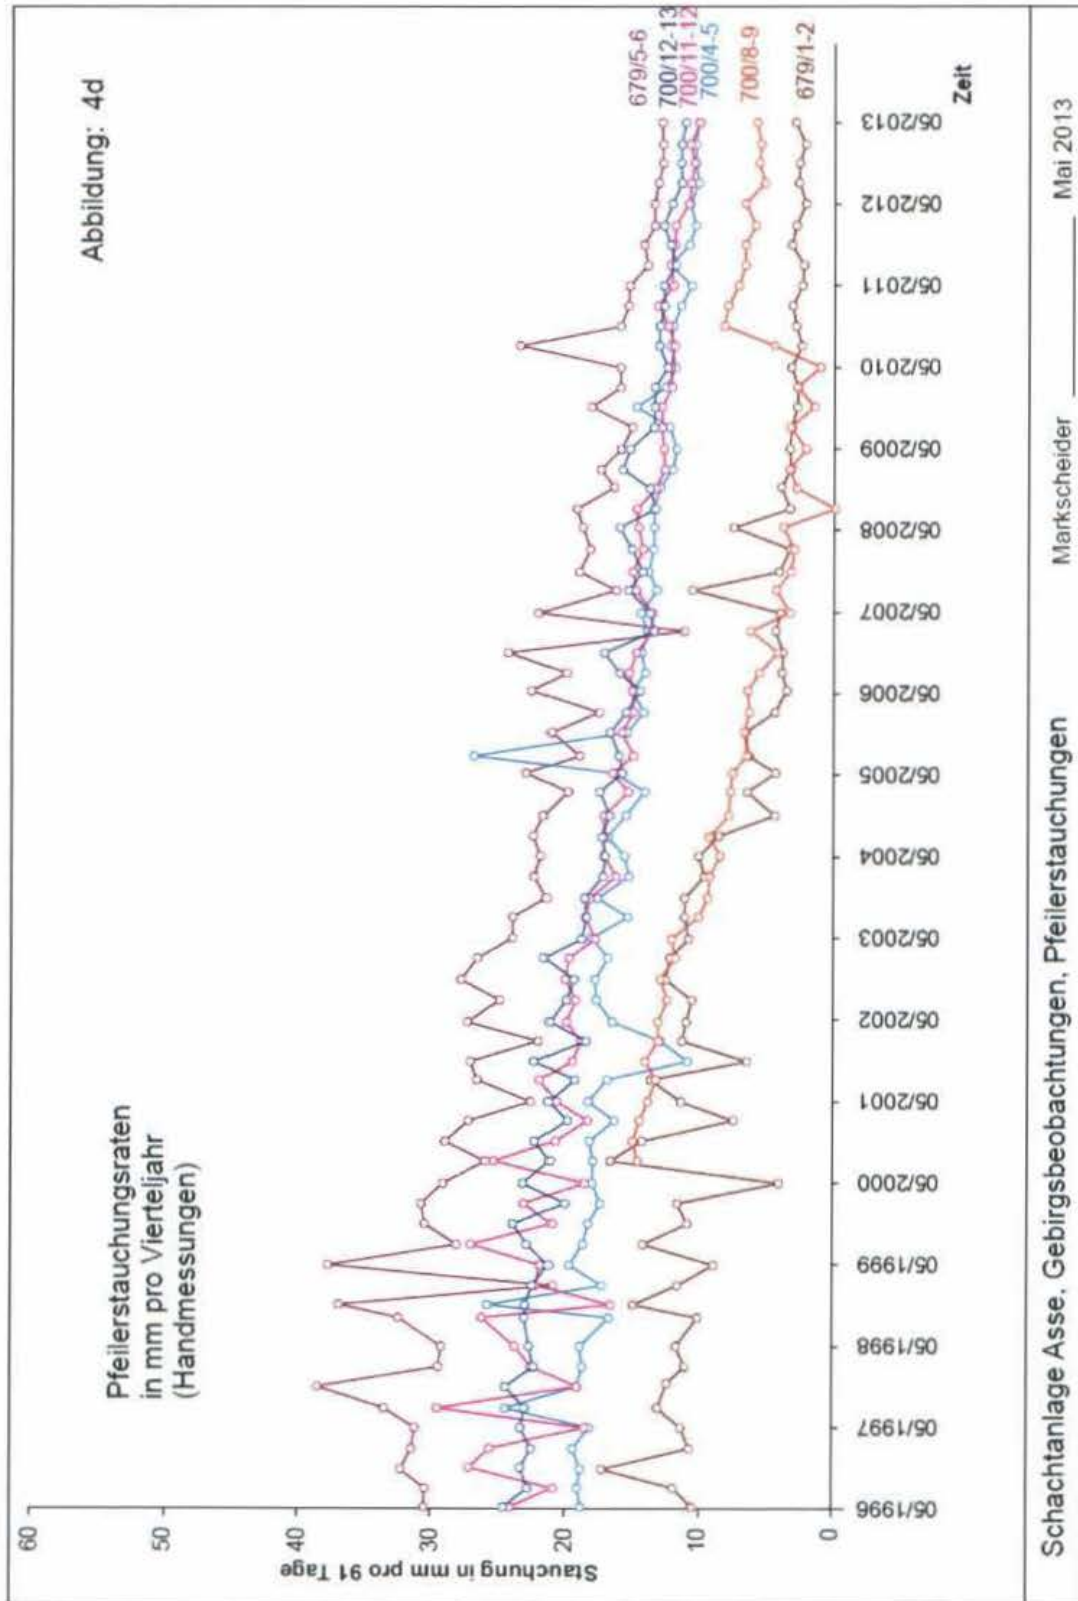

Abbildung 4d: Pfeilerstauchungsrate 679- und 700-m-Sohle [mm/91 Tage]
- Abbildung 4d: Pfeilerstauchungsraten 679- und 700-m-Sohle [mm/91 Tage]